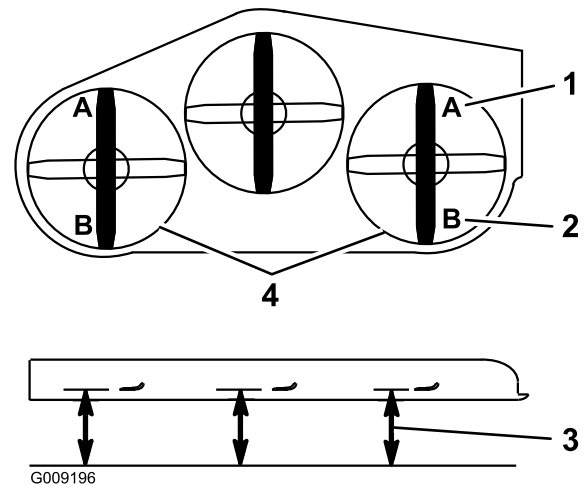

**Figura 112**
5. Premete completamente in avanti il pedale di sollevamento del piatto di taglio e quest'ultimo si blocca in posizione di trasporto a 14 cm (Figura 112).